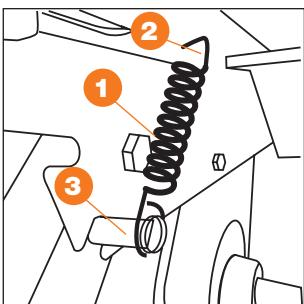

Рис. 4
- Закрепите пружину 1 на раме культиватора, продев ее через проушину 2 (Рис. 4).